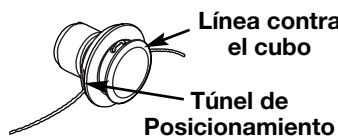
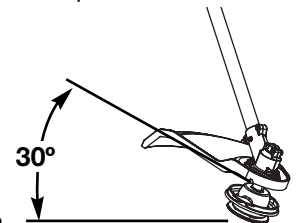

Fig. 9
Fig. 10
5. Hale la línea y cerciórese de que la línea esté contra el cubo y que esté totalmente extendida a través de los túneles de posicionamiento (Fig. 9).
Gire toda la unidad a modo de que el accesorio de corte se ubique a un ángulo de 30° con el suelo (Fig. 10).
**PRECAUCION :** Antes de operar esta unidad, cerciórese de que el botón de desenganche esté completamente trancado en el orificio primario (Fig. 9), y que la perilla (Fig. 10) esté suficientemente apretada.
1. Quite el filtro de aire / tapa del silenciador. Ver *Remoción de la Tapa del Filtro / Silenciador* (Fig. 9).